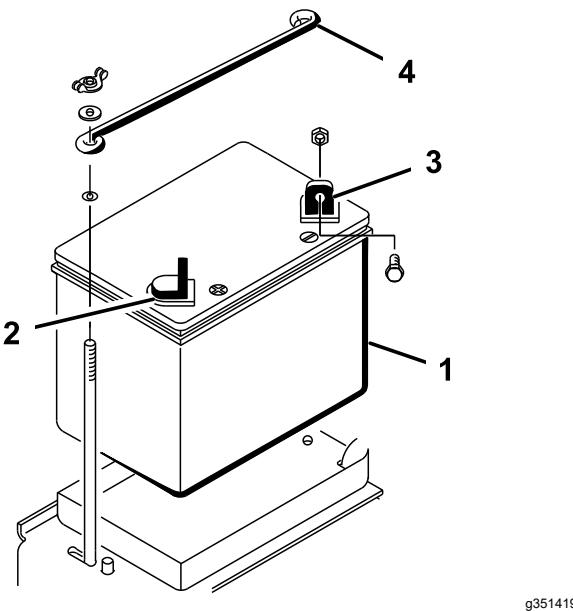

Figura 5
1. Coloque a bateria no lugar no tabuleiro atrás da roda direita, com o terminal negativo voltado para a parte de trás da máquina (Figura 5).